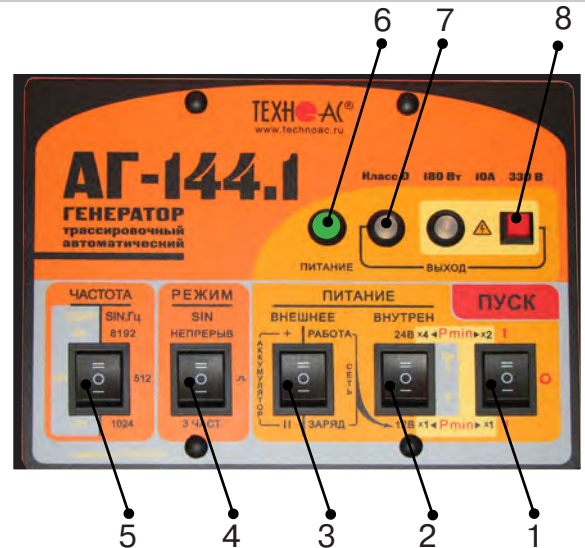

рис. 3.3
Включить питание клавишей включения питания поз.1 **рис.3.3** в одно из положений «I», в зависимости от выбираемой мощности. При свечении индикатора «Питание» поз.6 желтым цветом следует зарядить внутренние аккумуляторы, свечение зеленым цветом - можно приступать к работе.
1) Открыть крышку. Выбрать переключателем «ЧАСТОТА» поз. 5 **рис.3.3** необходимую частоту синусоидальной генерации (512 / 1024 / 8192Гц).
2) Выбрать переключателем «РЕЖИМ SIN» поз. 4 **рис.3.3** необходимый вид синусоидальной генерации (непрерыв//Зчаст).
Переключатель поз.3 **рис.3.3** установить в положение «работа».
Переключателем напряжения внутреннего питания поз.2. **рис.3.3** установить первый коэффициент выбора мощности генерации.
5) Начнется генерация и автосогласование с постепенным возрастанием напряжения на выходе. Здесь следует наблюдать за цветом индикатора «ВЫХОД» поз.7 **рис.3.3**. Если автосогласование закончилось зеленым свечением – заданная мощность достигнута. Если желтым – сопротивление нагрузки слишком велико для заданной мощности при выходном напряжении ограниченном «по умолчанию» на «безопасном» уровне 24 В.
1) Выключить питание генератора клавишей включения питания поз.1 **рис.3.3**, установив ее в положение «0».